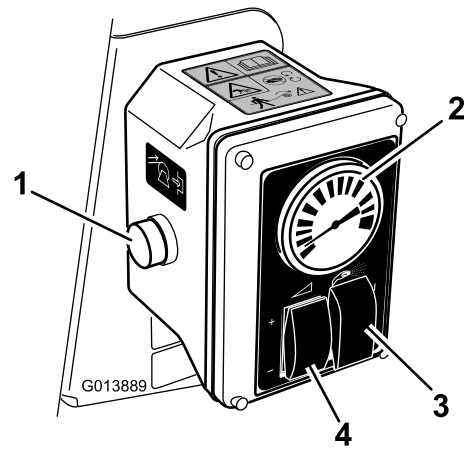

Bild 21
5. Stellen Sie den Sprühauswahlschalter auf die Handsprühstellung (Bild 21).
6. Stellen Sie den Dosierungssteuerschalter und die Gasbedienung ein, um den Druck (der am Druckmanometer angezeigt wird) auf die gewünschte Einstellung zu erhöhen oder zu vermindern (Bild 21).